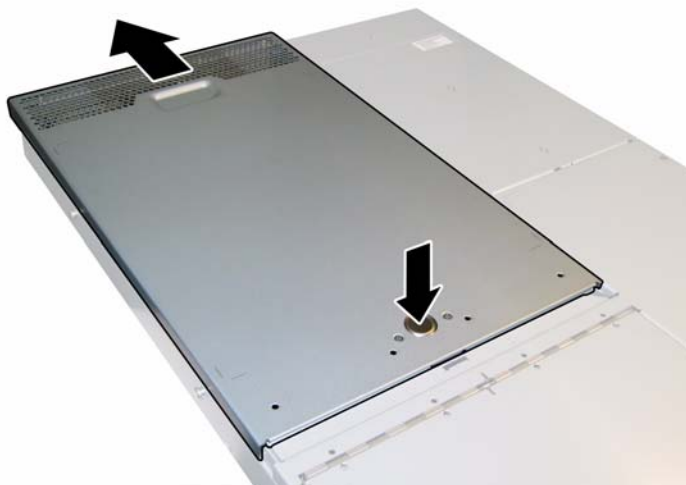

図 3-2 メインカバーの取り外し
1. カバーリリースボタンを押し、できた隙間を利用して、シャーシの背面に向かって約 0.5 インチ (12mm) メインカバーをスライドさせます。図 3-2 を参照してください。